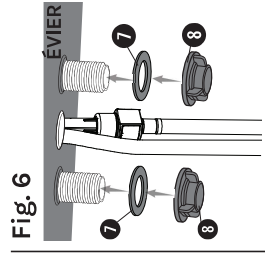

Fig. 6
- Insérez les **grandes rondelles** et les **écrous de montage** sur les tiges de flexible gauche et droite du robinet, puis serrez les **deux écrous de montage** (voir la fig. 6).